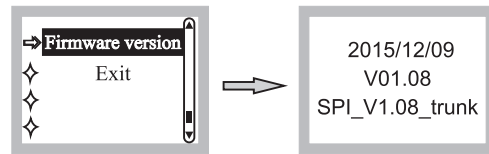

Fig. 21
(7) Firmware Version, Fig. 21.